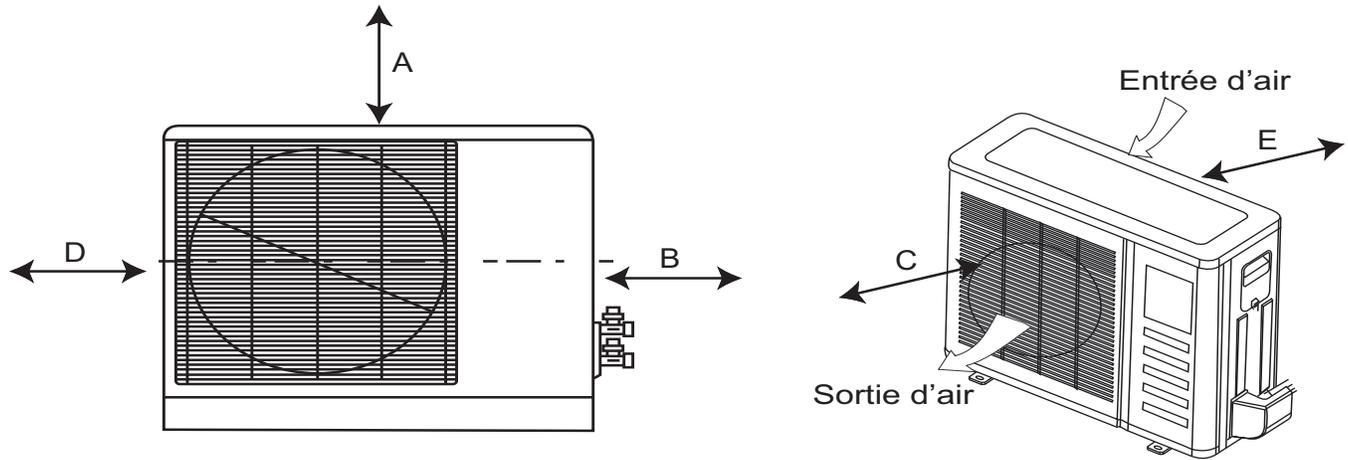

Figure 5 – Dégagement de l'appareil extérieur
Laissez suffisamment d'espace pour permettre la circulation d'air et l'entretien de l'appareil. Consultez la figure 5 pour connaître les distances minimales requises entre l'appareil et les murs ou les plafonds.
- Emplacement qui fournit les dégagements appropriés (consultez la figure 5).